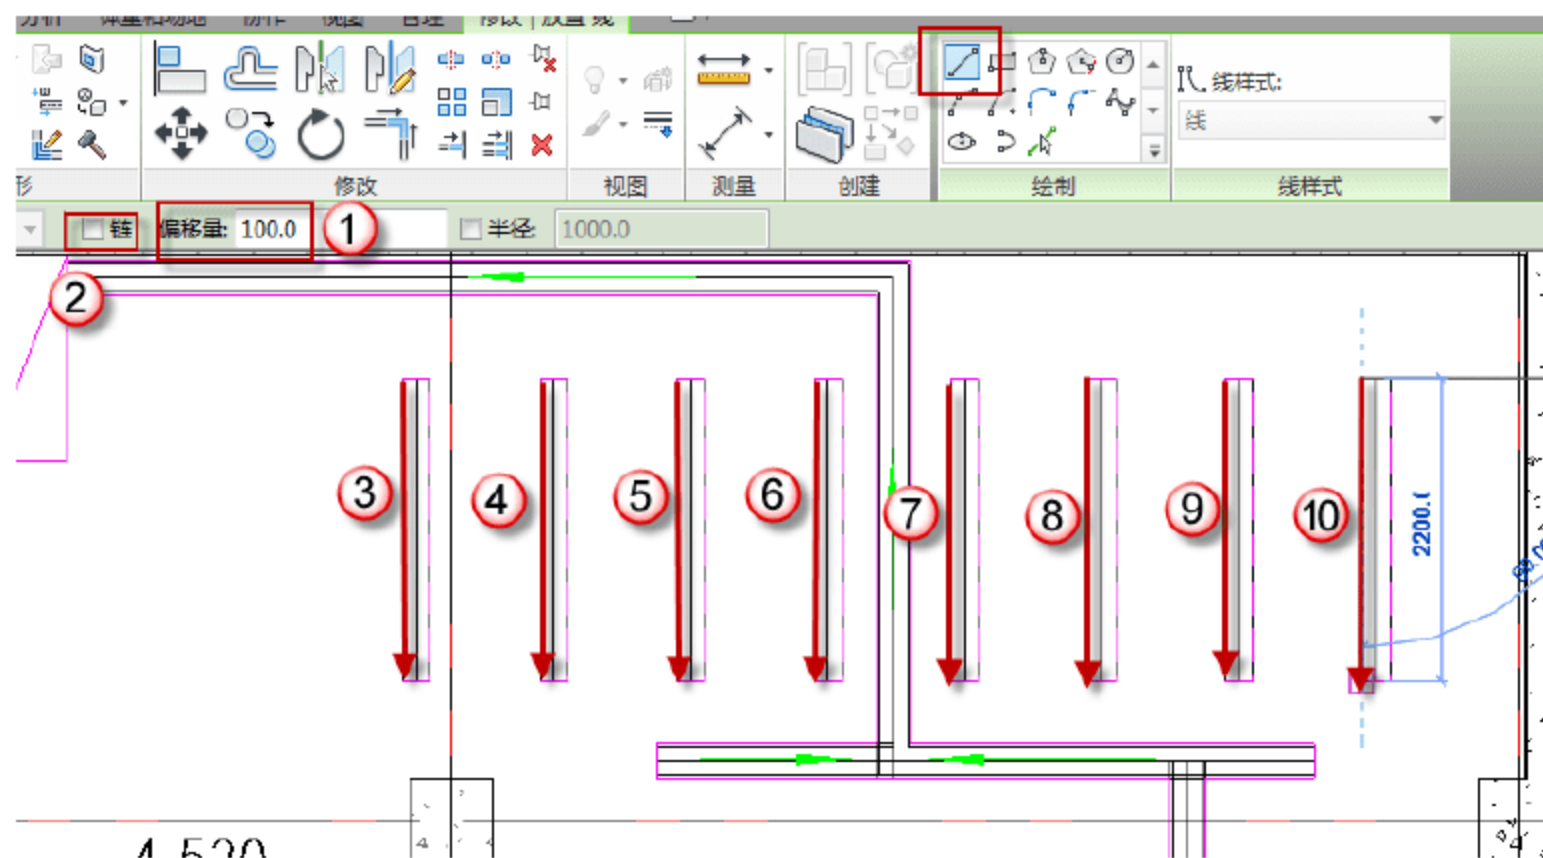

图 9.2.72 绘制“200mm 地沟”模型线
(28) 绘制“200mm 地沟”模型线。选择“建筑”→“模型线”命令(或者直接按快捷键 L+I),在“偏移量”后输入“100”字样,然后在绘图界面,沿着地沟的轮廓绘制地沟的模型线,如图 9.2.72 所示。